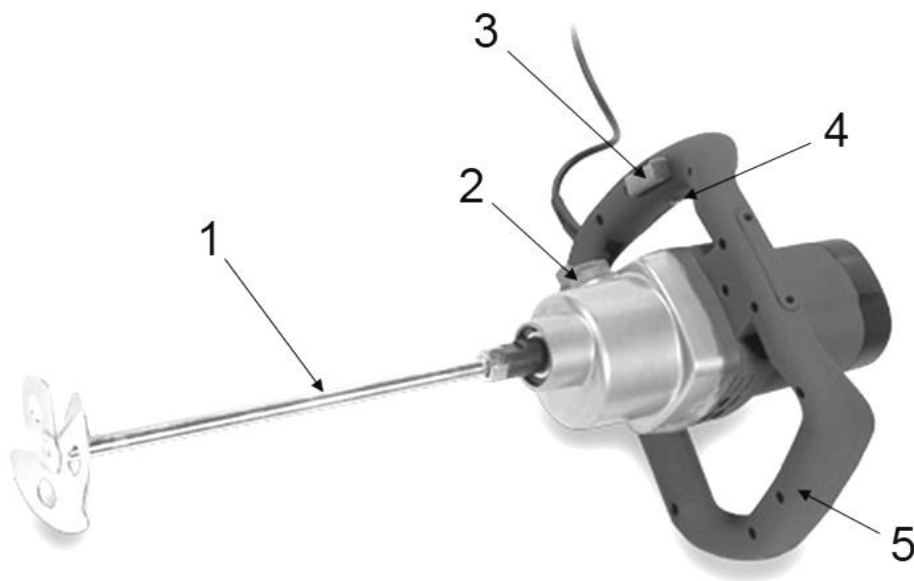

Рис. 1
- Установить скорость миксера, поставив регулятор скорости (2) (См. Рис.1) в нужное положение. Все операции по переключению производите при выключенном инструменте.